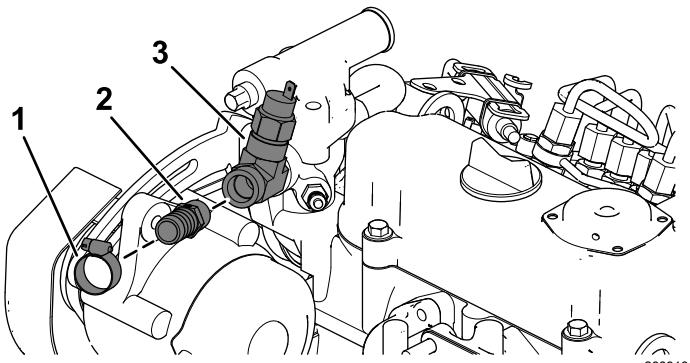

Figura 16
- D. Instale o tubo ($\frac{5}{8}$ pol.) e a união adaptadora ($\frac{5}{8}$ pol.) com braçadeiras de cabos (Figura 16).